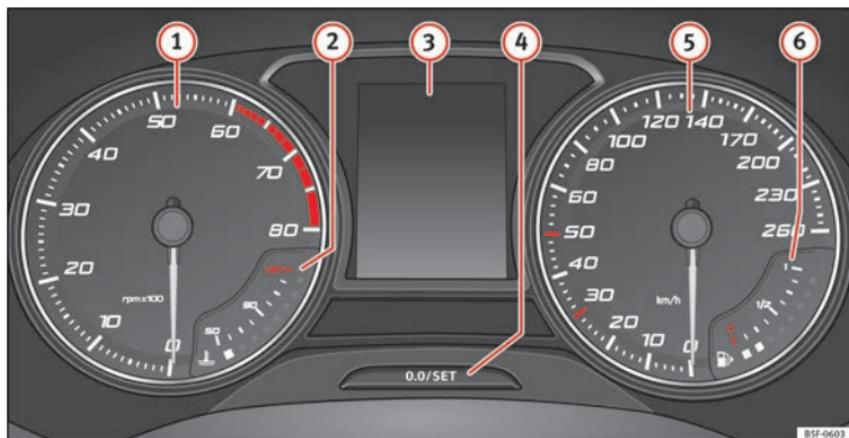

Fig. 113 Combiné d'instruments à l'avant.
Le compte-tours indique le nombre de tours du moteur par minute » **fig. 113 ①**.
L'aiguille du compte-tours **①** » **fig. 113** ne doit rester que peu de temps dans la zone rouge : risque d'endommagement du moteur.
Lors de la mise du contact d'allumage, l'écran du tableau de bord » **fig. 113 ③** affi-
- Appuyez brièvement sur le bouton **» fig. 113 4** pour remettre le compteur kilométrique journalier à 0.
- Pour régler l'heure, maintenez enfoncé le bouton **» fig. 113 4** pendant plus de 3 secondes afin de sélectionner l'indicateur des heures ou des minutes.
Maintenez enfoncé le bouton **» fig. 113 4** pendant plus de 15 secondes pour afficher
L'indicateur de température du liquide de refroidissement  » fig. 113 ne fonctionne que lorsque le contact d'allumage est mis. »